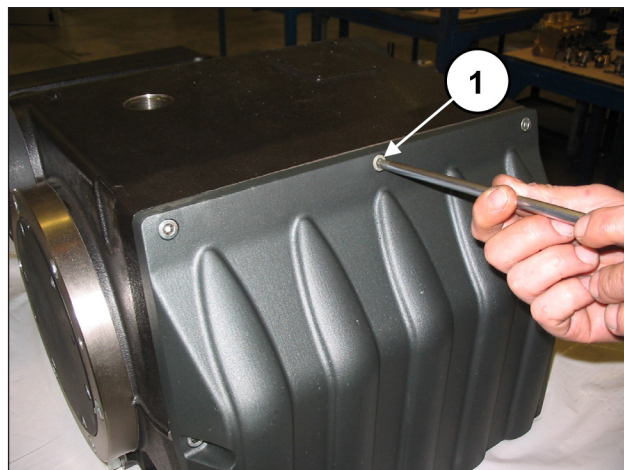

Fig. 10
Svitare le viti di fissaggio coperchio carter (pos. ①, Fig. 10) e rimuoverlo. Sfilare l'O-ring e sostituirlo qualora fosse necessario.